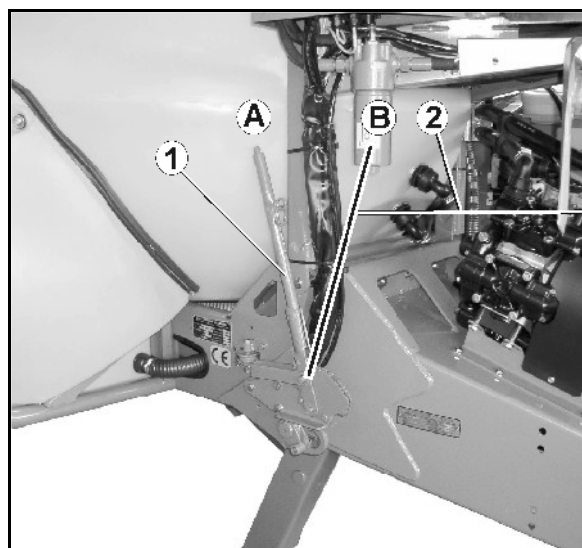

Bild 32
- Parkeringsbroms (Bild 32/1)
- o Frigjord (Bild 32/A)
- o Åtdragen (Bild 32/B)
- Säkerhetslina (Bild 32/2)